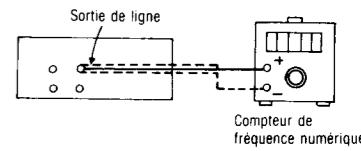

Fig. 3
- Le raccordement de l'équipement d'essai est montré à la Fig. 3.